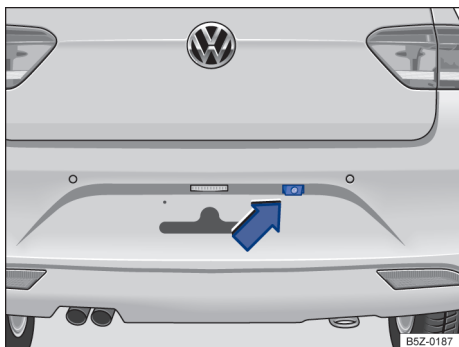

Fig. 93 No para-choque traseiro: local de instalação do assistente de condução em marcha a ré.
- ✓ Uma imagem confiável e clara, por exemplo, condições de visibilidade boas e uma lente limpa → Fig. 93.
A câmera de marcha a ré → Fig. 93 (seta) somente fornece imagens bidimensionais. As reentrâncias, bem como os objetos salientes no solo ou as peças salientes de outros veículos, são difíceis de serem reconhecidas ou não podem ser reconhecidas devido à ausência de profundidade no display.
Manter a lente da câmera → Fig. 93 limpa, sem neve e sem gelo: